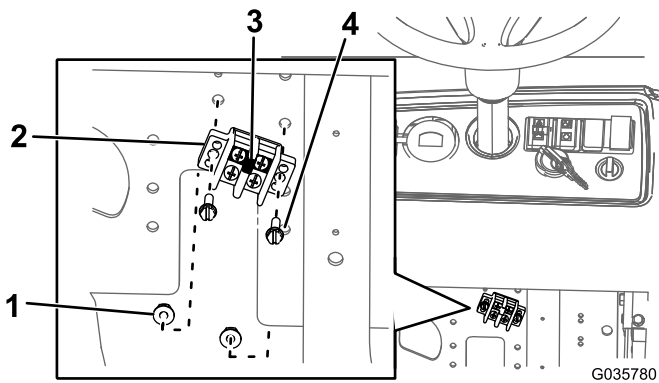

Figura 13
- A. Instale a tira de ligação no bloco de massa (Figura 13).
- B. Instale o bloco de massa na placa de montagem utilizando 2 parafusos (#10 x 3/4 pol.) e 2 porcas (#10), como se mostra na Figura 13.